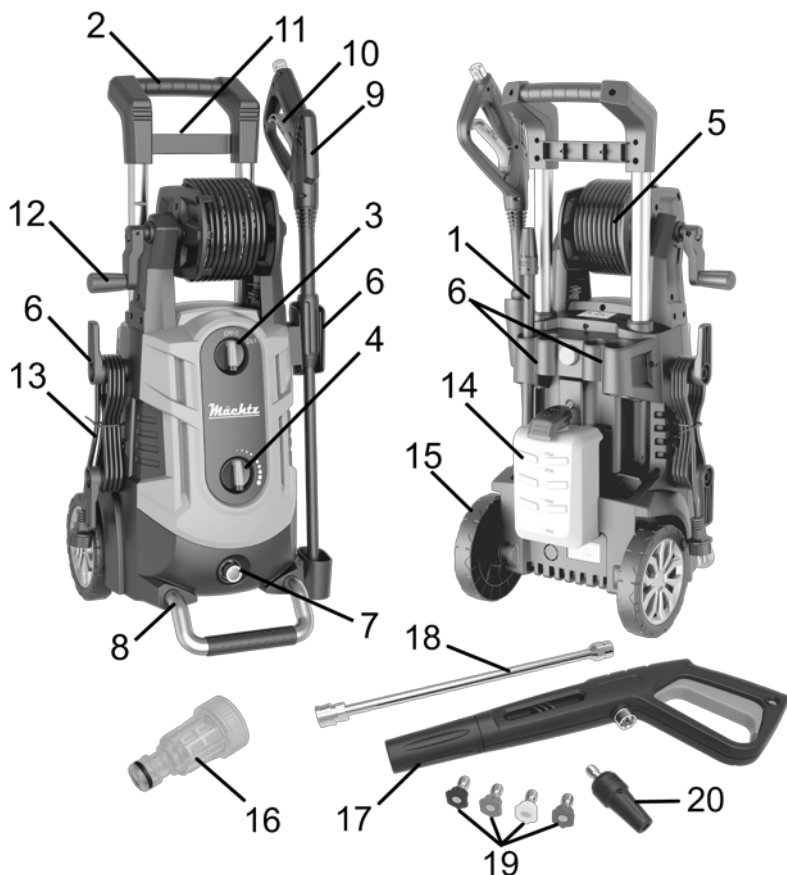

Рисунок 1
2.2.2 Увімкнення та вимкнення виробу здійснюється поворотом вимикача (3, рисунок 1). Для увімкнення виробу вимикач необхідно повернути в напрямку руху годинникової стрілки у положення "УВИМК" («ON»), а для вимкнення - проти годинникової стрілки у положення «ВИМК» («OFF»).
4.2.4 Утримуючи курок пістолета в натиснутому положенні, увімкніть двигун вимикачем (3) (рисунок 1). У перші секунди роботи насоса можлива подача води «ривками» - це видаляються залишки повітря.
- вимкніть мийку перемикачем (3) (рисунок 1), повернувши рукоятку у положення "ВИМК" («OFF»);